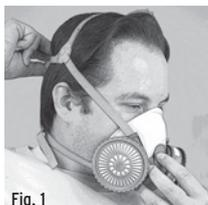

Fig. 1
1. Coloque el respirador sobre su boca y nariz, luego jale el arnés sobre su coronilla. (Fig. 1)